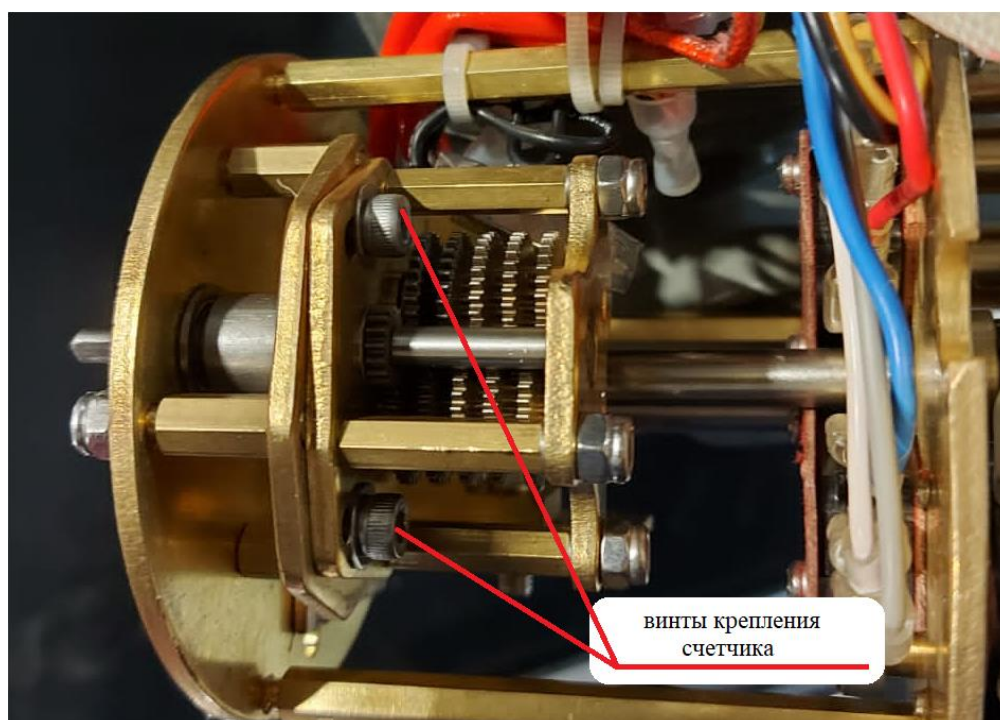
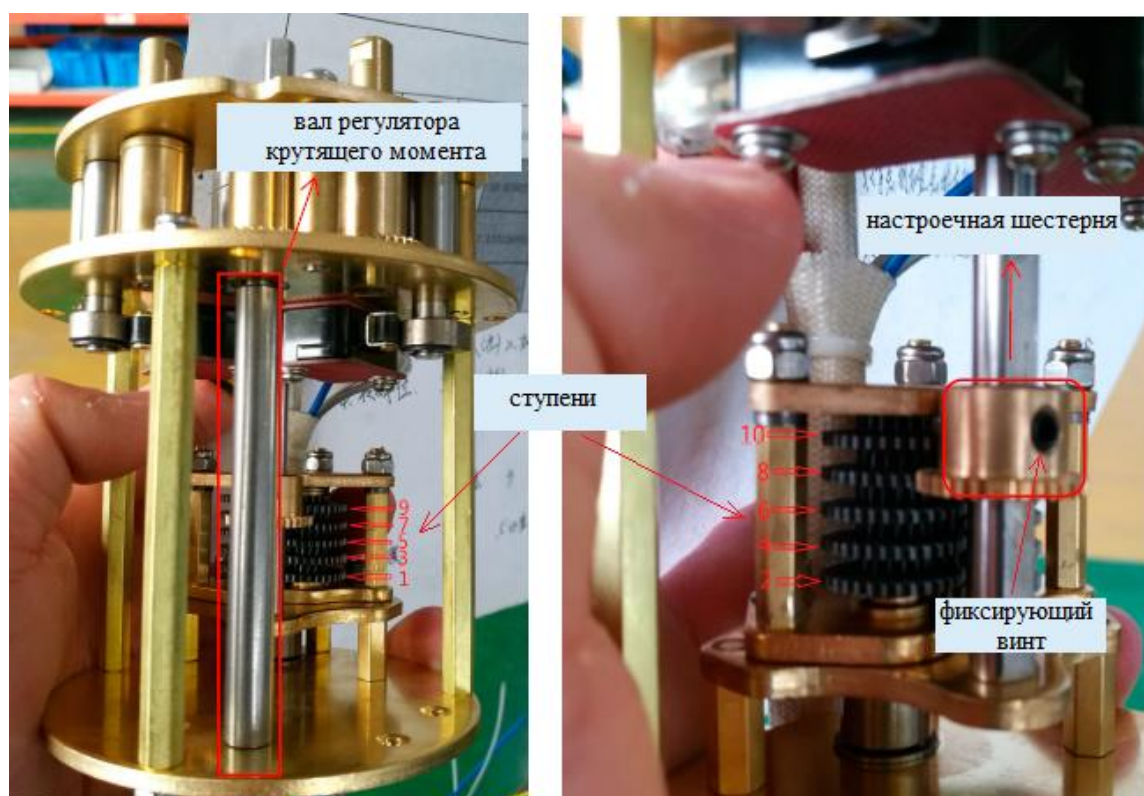

Рисунок 8. Счетчик (понижающий редуктор)
Рисунок 9. Устройство счетчика (понижающего редуктора)
- 4) Ослабить винты крепления счетчика (рис. 8), ослабить фиксирующие винты настроечной шестерни счетчика (рис. 9), переместить настроечную шестерню вдоль вала и ввести ее в зацепление с шестерней необходимой ступени, затянуть фиксирующие винты настроечной шестерни счетчика и винты крепления счетчика.